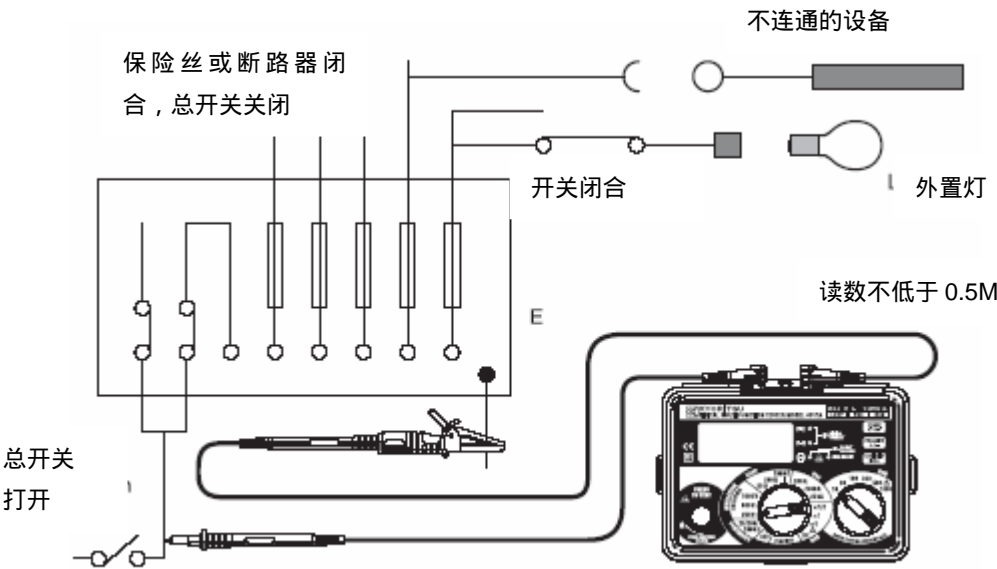

图 7
- 2. 测试线连接仪器，然后接到被测回路或设备上。（图 7、8）